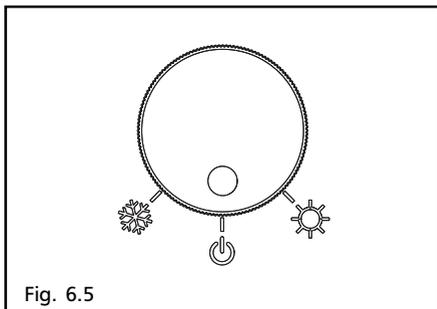

Fig. 6.5
- posizionare il selettore di funzione su "☺" (fig. 6.5)